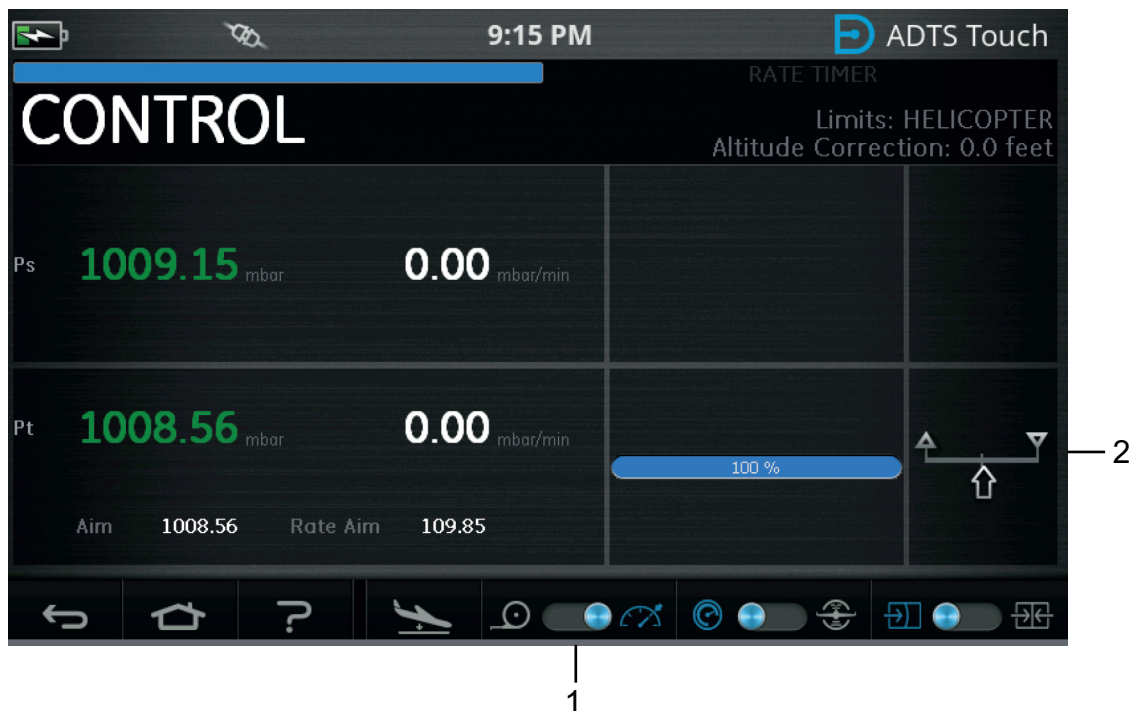

Figura 3-56: Modalità di controllo solo PT
Figura 3-56 mostra che il canale Ps è in modalità Misura e il canale Pt è in modalità Controllo, come mostrato dall'indicazione (2).